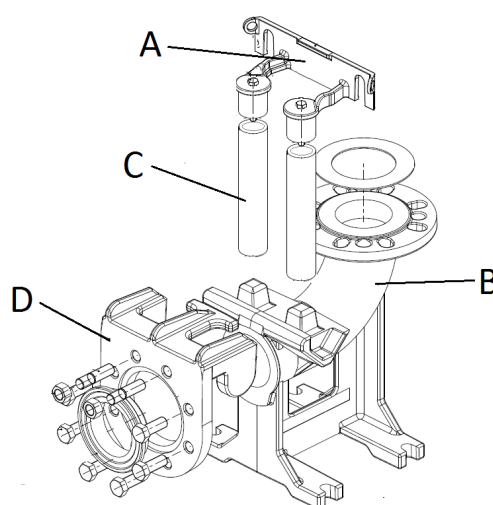

Fig. 5
- Fixați scara de ancorare tuburi (fig. 5 – poz. A) de ghidare la marginea bazinului.
- Plasati pe fundul puțului picioirul de susținere pentru cuplarea automată (fig. 5 – poz. B) și controlați, printr-un fir de plumb, că proiecțiile conice pentru angajarea de tuburi de ghidare sunt perfect perpendiculare pe proiecțiile corespunzătoare ale suportului de ancorare al marginii bazinului. Verificați și platitudinea cu o nivelă cu balon de aer.
- Marcați poziția fantelor de pe picioirul de sprijin, asadar aratați lungimea exactă a tuburilor de ghidare (fig. 5 – poz. C).